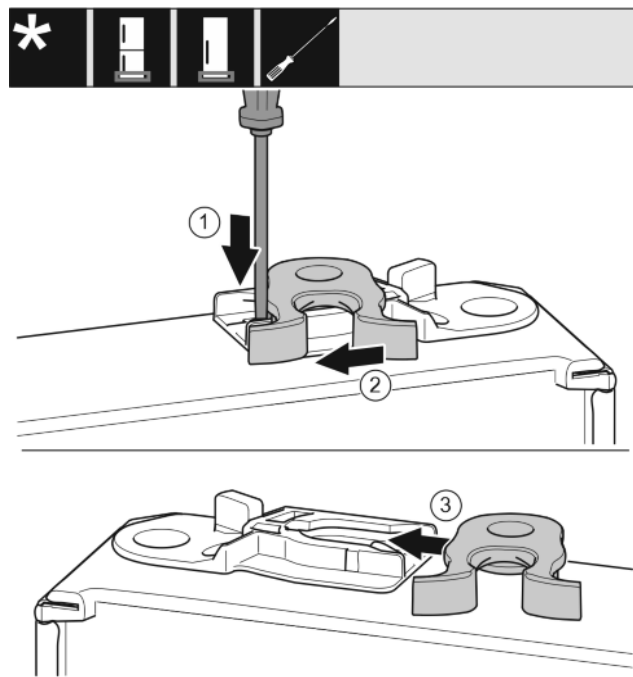

Fig. 16
- ▶ Нижняя сторона двери смотрит вверх: повернуть дверь. Fig. 16 (1)
- ▶ Нажмите шлицевой отверткой на накладку вниз. Fig. 16 (2)
- ▶ Выведите запорный крючок из направляющей. Fig. 16 (2)
- ▶ Вставьте запорный крючок в направляющую с другой стороны. Fig. 16 (3)